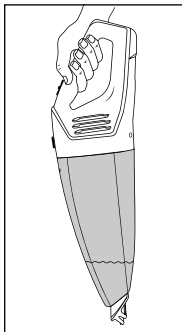

Fig. 3
- Se tiver aspirado líquidos, transporte o aparelho sempre com o bocal para líquidos **1** virado para baixo (ver fig. 3):